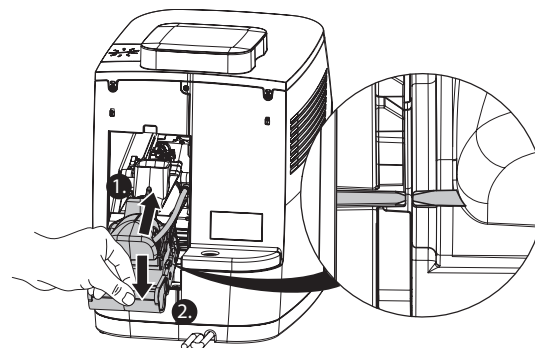

fig. 16: Påsætning af bryggeenheden
6. Sæt bryggeenheden ind i kaffemaskinen og tryk den ind indtil låsetape er på plads. (fig. 16).